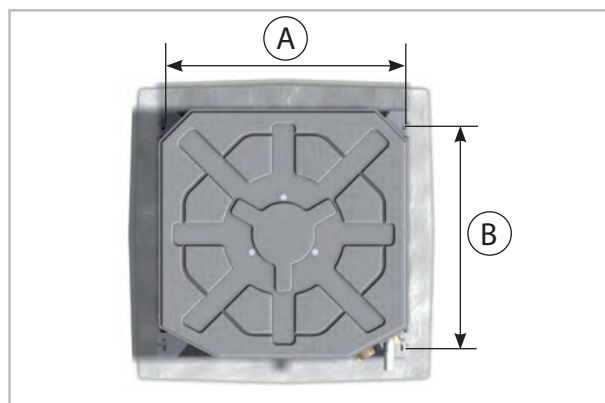

Abb. 25: Gerät einhängen
1. ➤ Markieren Sie gemäß den Abmessungen der eingesetzten Deckenkassette die Befestigungspunkte der Gewindestangen an statisch zulässigen Bauwerksteilen und oberhalb der Zwischendecke (Abb. 25).